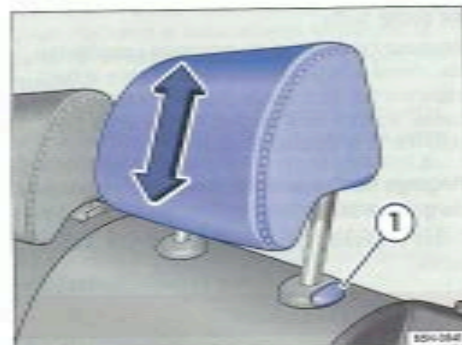

Fig. 49 Dépose de l'appui-tête arrière
- Retirez entièrement l'appui-tête en appuyant sur la touche ➡ fig. 49 ①.